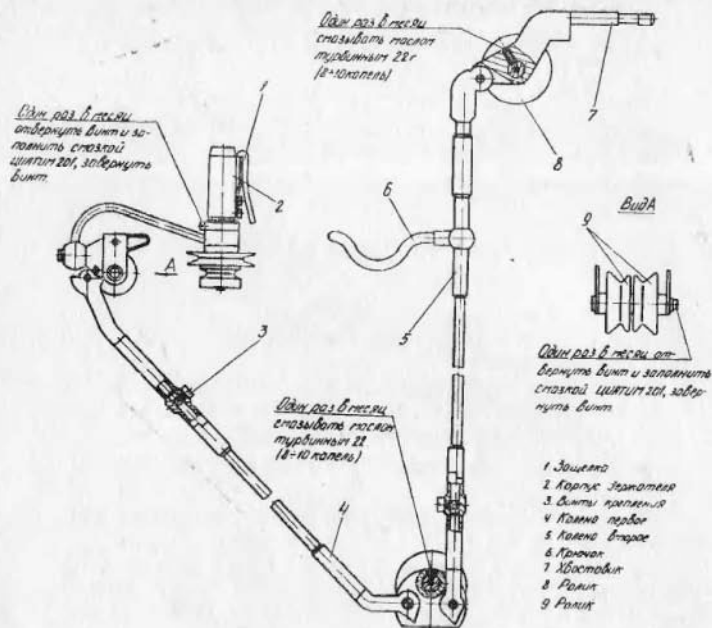

Рис. 4.
7.5. В процессе эксплуатации раз в месяц оси роликов и держатель накопечника жесткого рукава необходимо смазывать согласно рис. 4. Оси роликов стойки бормашины смазываются аналогично роликам рукава жесткого.